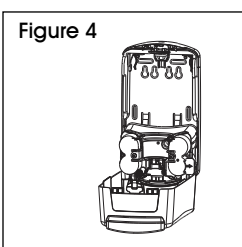

Figure 4
2. Appuyez fermement sur la plaque arrière pendant 30 secondes. Pour une adhérence maximale, ne rechargez pas la recharge avant 24 heures. (Voir Figure 4)